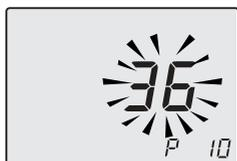

Figura 5.53
- Desplace los parámetros mediante los botones 23 o 24 hasta que aparezcan en el display LCD las letras **P10** y el valor del parámetro, indicando que se ha entrado en el "parámetro 10" (Figura 5.53).